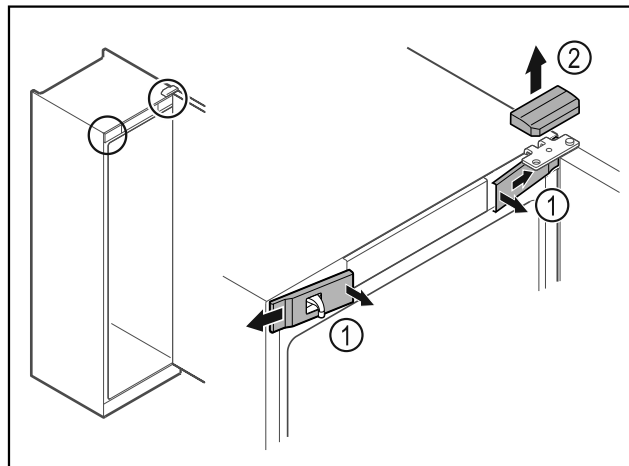

Fig. 11
- Pattintsa ki belül az elülső burkolatokat Fig. 11 (1), és tegye félre.
- Vegye le felfelé a felső burkolatot Fig. 11 (2).